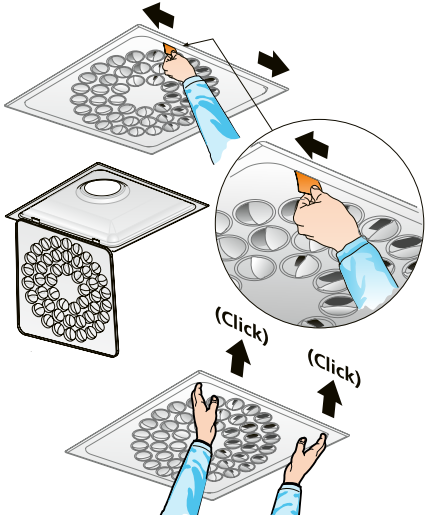

Abb. 2. Quick Access, Demontage des Auslassprofils.
- Das Auslassprofil wird gelöst, indem ein schmaler Gegenstand, beispielsweise die Quick-Access-Karte oder Ähnliches, zwischen dem Auslassprofil und dem Zwischenkasten eingeführt wird, um die Federn zu lösen. Die Karte von der Mitte zur Ecke schieben, siehe Abbildung 2.